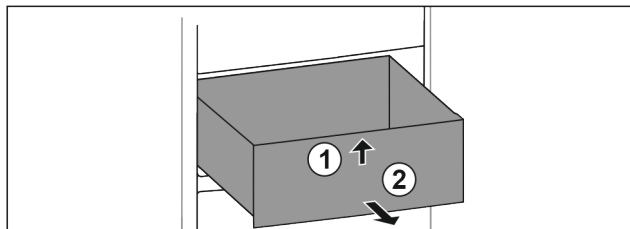

Fig. 78
- Повдигнете чекмеджето отпред. Fig. 78 (1)
- Извадете чекмеджето напред. Fig. 78 (2)